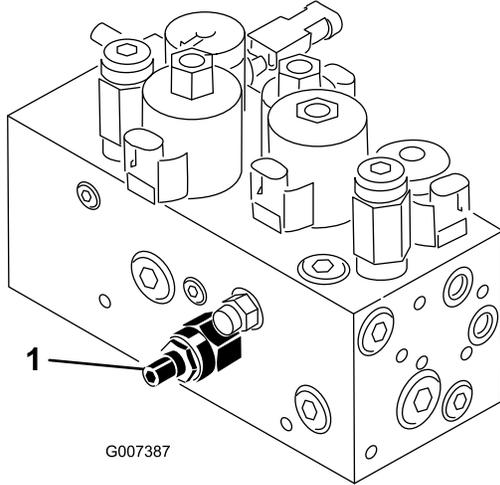

図 56
本機のカッピングユニット昇降回路にはフローコントロールバルブ（図 56）がついています。このバルブは出荷時に約3回転の開度に調整されていますが、作動油温度、作業速度などにより調整が必要になる場合があります。以下の手順で調整します：
1. 運転席を上げ、センタープルフレーム用フローコントロールバルブ（図 56）を露出させる。バルブは油圧マニホールドの側面についている。